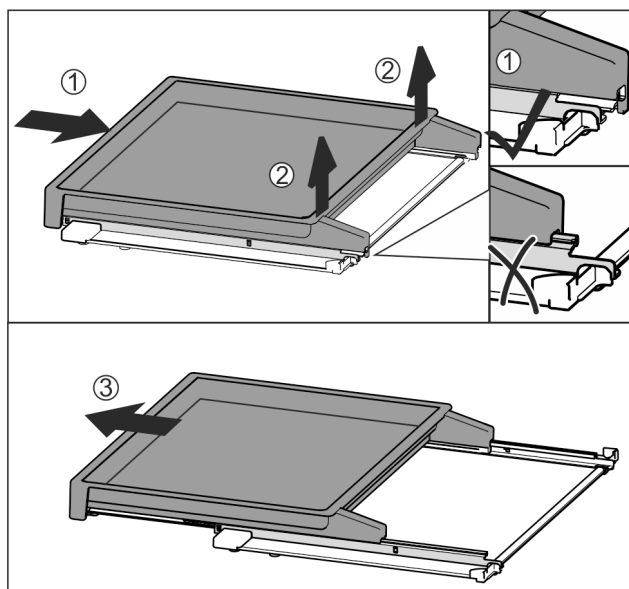

Fig. 114
- ▶ Wsunąć całkowicie wysuwaną półkę Fig. 114 (1).
- ▶ Zwolnić zatrzask po tylnej stronie Fig. 114 (2).
- ▶ Wyjąć wysuwaną półkę do przodu Fig. 114 (3).